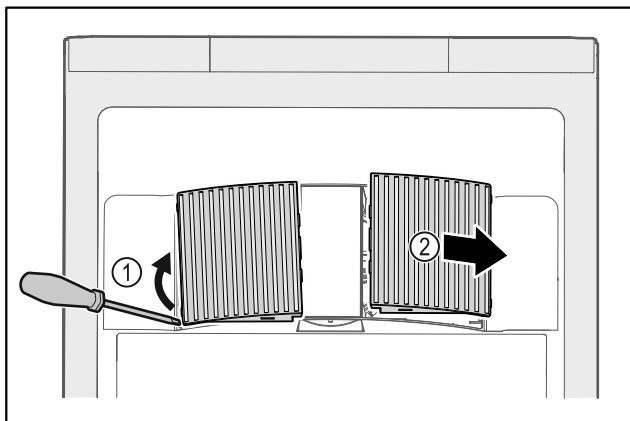

Fig. 104
- ▶ Z boku opatrně vytáhněte ventilátorové kryty Fig. 104 (1) a sejměte je směrem dopředu Fig. 104 (2).